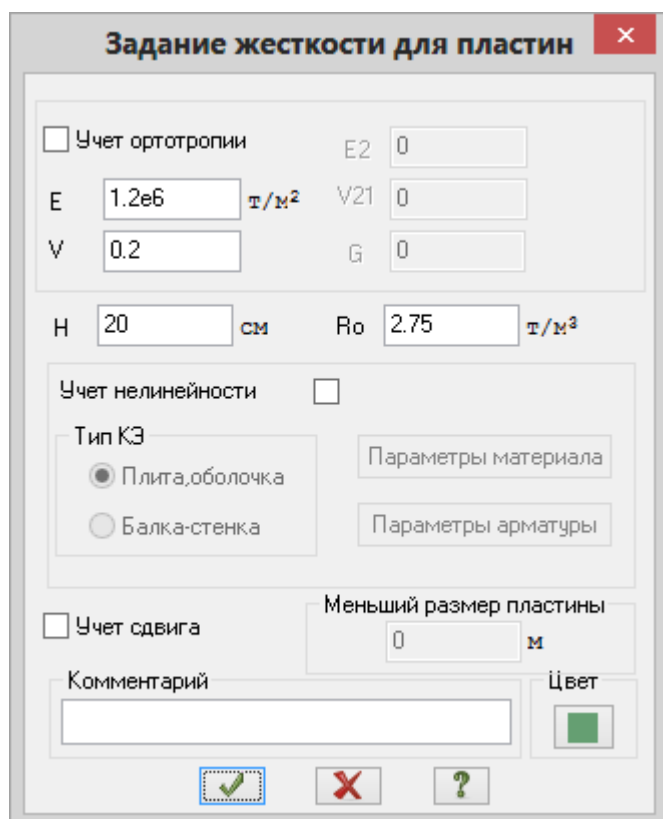

Рис.21.7. Диалоговое окно **Задание жесткости для пластин**
- В окне **Задание жесткости для пластин** (рис.21.7) задайте параметры сечения **Пластины** (для плиты перекрытия):